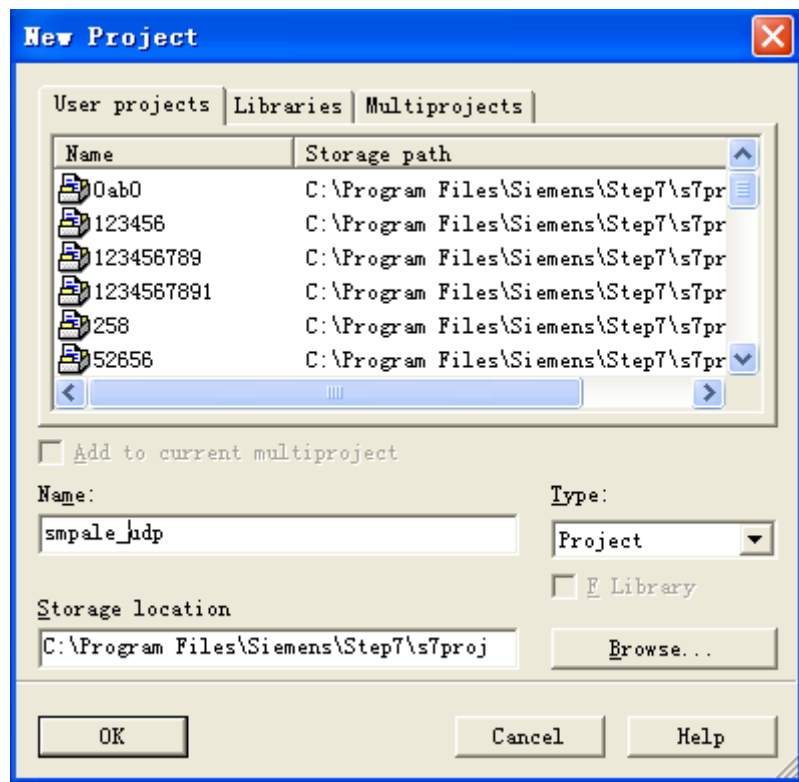

图 2.1.1 新建工程
- (1)、首先在 step 中新建一个 300 的工程，如图 2.1.1 所示。